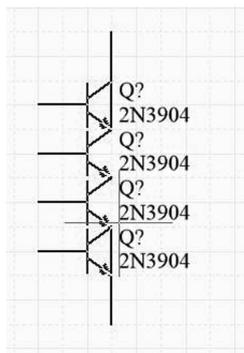

图 4-80 行间距为 20 效果图
(3) 单击“确定”按钮后，在原理图中移动鼠标到合适的位置，发现光标带着需要粘贴的元件，单击完成粘贴放置。放置的元件如图 4-80 所示。